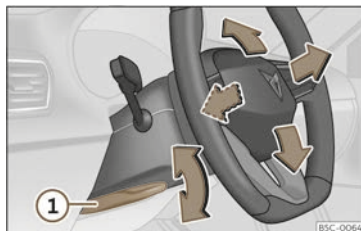

Abb. 93 Hebel auf der linken unteren Seite der Lenksäule.
- Hebel >>> (Abb. 93) ① nach unten schwenken, Lenkrad in die gewünschte Position bringen und Hebel wieder bis zum Schließpunkt nach oben drücken.
- Den Hebel >>> (Abb. 93) ① nach dem Einstellen immer fest nach oben schwenken, damit das Lenkrad während der Fahrt nicht unbeabsichtigt seine Position verändert.